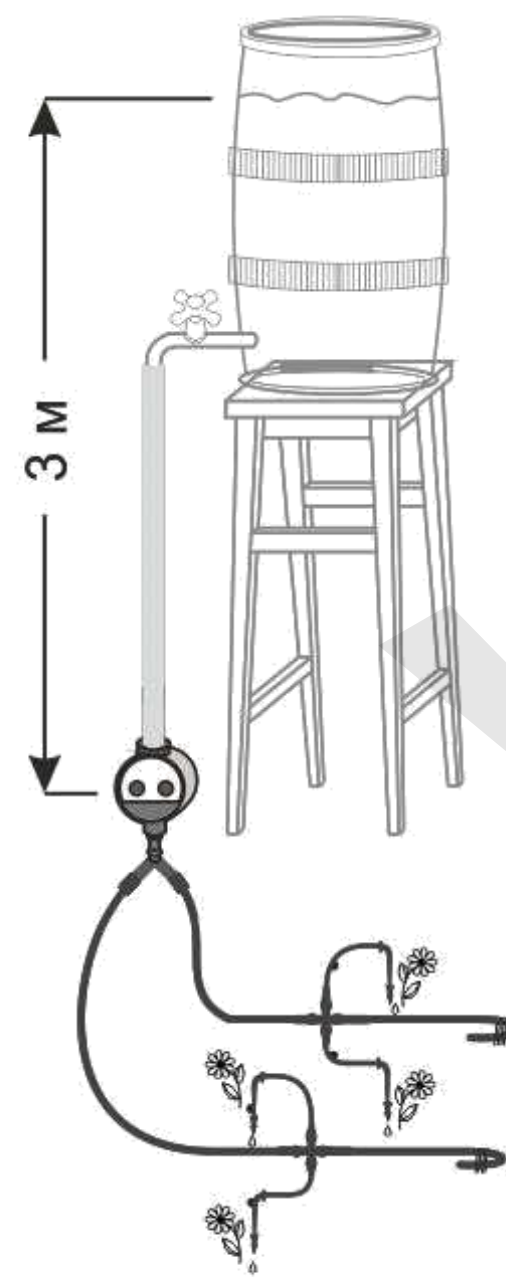

Рис. 2
1.2 . Полив из Бочки (см. рис.2). Установите бочку на крепкую подставку, на высоте от 3 метров и выше. Закрепите Клапан на подставке, на уровне земли. Т.е. давление на входе клапана должно быть не менее 0,3 Атм. Далее – аналогично п.1.